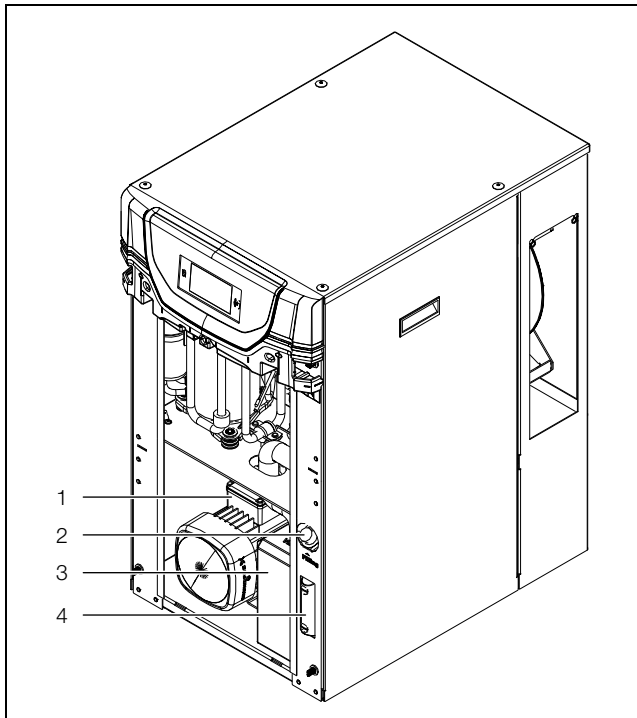

Abb. 41: Kühlmedium einfüllen
- Befüllen Sie den Chiller über den Befüllstutzen (Abb. 41, Pos. 2) des Tanks mit Kühlmedium.
- Kontrollieren Sie den Füllstand am Schauglas (Abb. 41, Pos. 4).